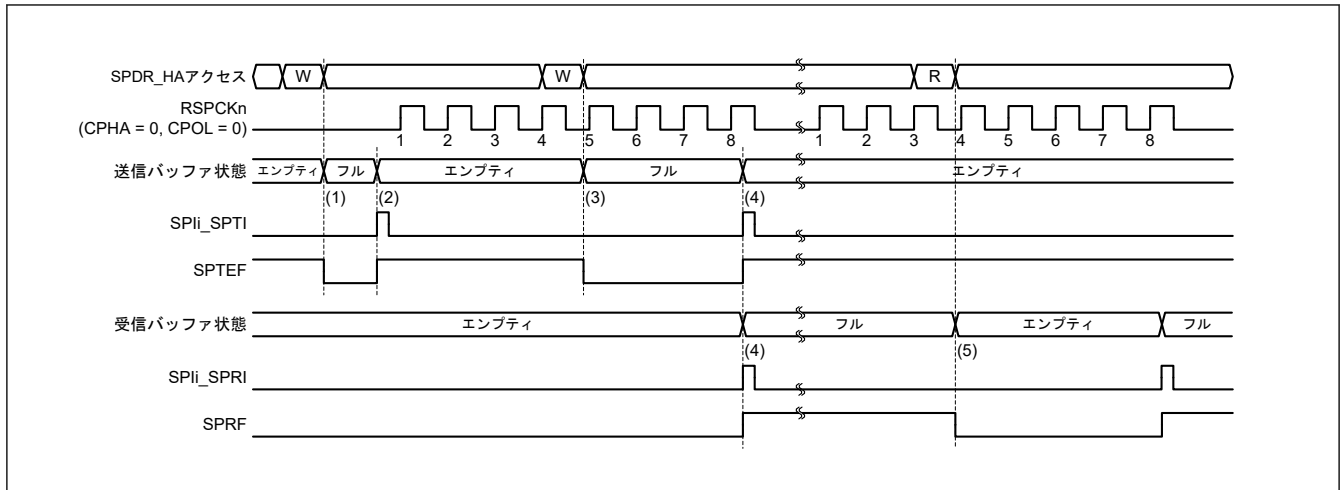
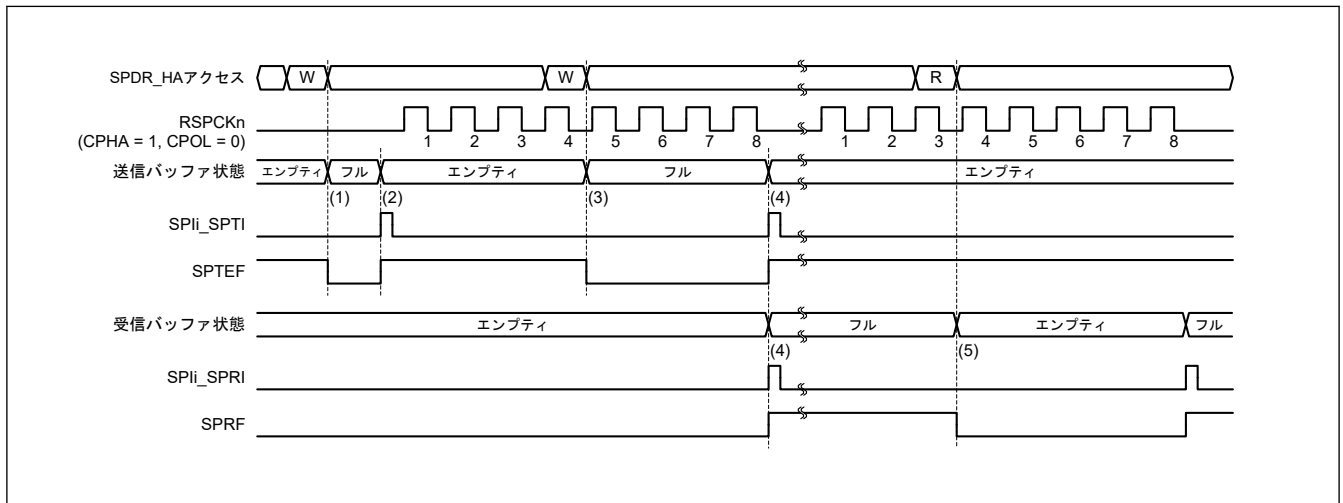

図 32.29 SPIi_SPTI および SPIi_SPRI 割り込みの動作例 (CPHA = 0 かつ CPOL = 0、マスタモード)
図 32.30 SPIi_SPTI および SPIi_SPRI 割り込みの動作例 (CPHA = 1 かつ CPOL = 0、マスタモード)
図 32.29 および図 32.30 に、送信バッファエンプティ割り込み (SPIi_SPTI) と受信バッファフル割り込み (SPIi_SPRI) の動作例を示します。これらの図に示された SPDR_HA レジスタアクセスは、レジスタへのアクセス条件を示しています。W は書き込みサイクル、R は読み出しサイクルを示しています。図 32.29 では、SPCR.TXMD ビットが 0、SPDCR.SPFC[1:0] ビットが 00b、SPCMDm.CPHA ビットが 0、SPCMDm.CPOL ビットが 0 の設定で、SPI が 8 ビットのシリアル転送を実行しています。図 32.30 では、SPCR.TXMD ビットが 0、SPDCR.SPFC[1:0] ビットが 00b、SPCMDm.CPHA ビットが 1、SPCMDm.CPOL ビットが 0 の設定で、SPI が 8 ビットのシリアル転送を実行しています。RSPCK_n 波形の下に記載した数字は RSPCK サイクル数 (= 転送ビット数) を示しています。
以下に、図 32.29 および 図 32.30 の (1)~(5) に示したタイミングでの SPI の動作を説明します。